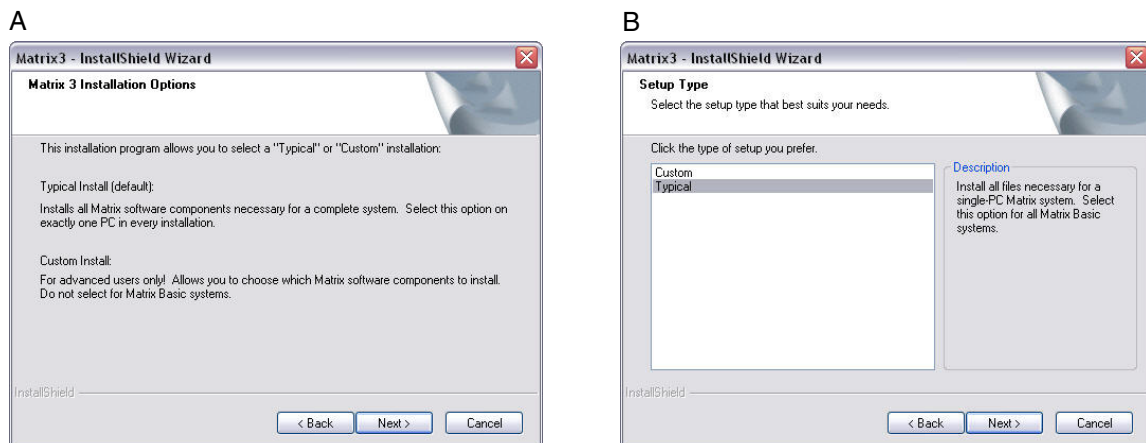

FIG. 5
5. Après avoir cliqué sur NEXT pour accepter le contrat de licence, l'écran Options d'installation (Installation Options) (A) illustré à la FIG. 5 s'affiche. Cet écran décrit les deux options d'installation disponibles pour sélection.
Après avoir cliqué sur NEXT l'écran Setup Type (Type de configuration) FIG. 5 (B) s'affiche. Cet écran est utilisé pour sélectionner le type d'installation que vous ferez.